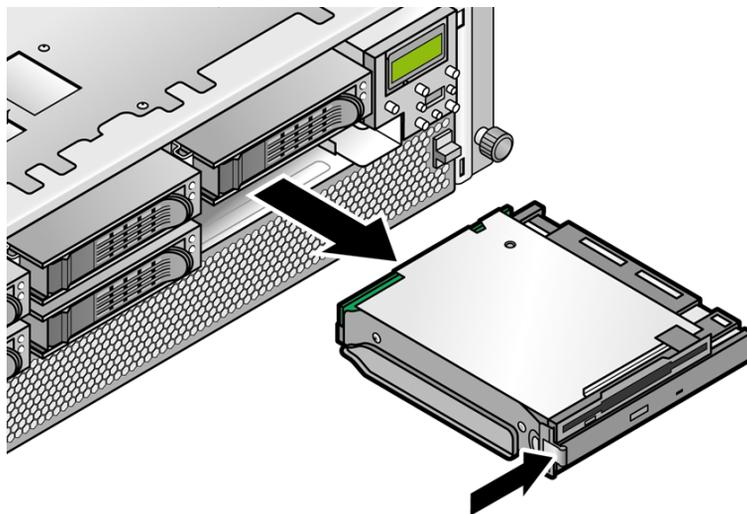

FIGURE 4-12 Retrait de l'ensemble unités de DVD-ROM/Disquette
3. Sur le panneau frontal du serveur, enfoncez la bascule sur la gauche de l'ensemble unités de DVD-ROM/Disquette et retirez-le du serveur (voir la FIGURE 4-12).